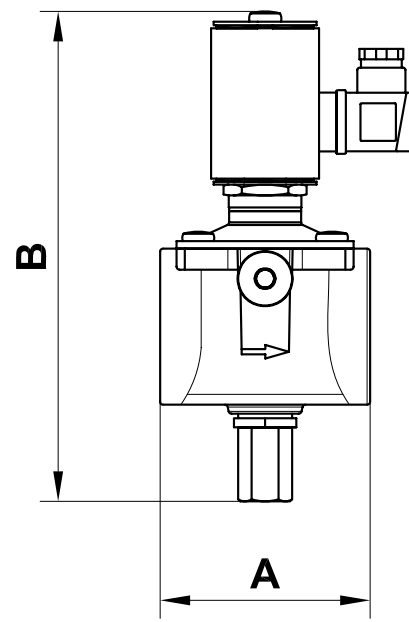

fig. 2 - fig. 2 - fig. 2 - abb. 2 - fig. 2
- Al efectuar el cableado del conector utilizar los respectivos terminales para cables (ver fig. 2).